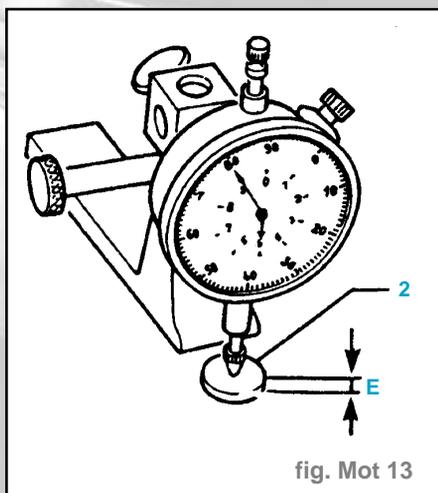

fig. Mot 13
- Mesurer l'épaisseur (E) des grains de réglage (2) (fig. Mot 13).
- Déterminer l'épaisseur des grains de réglage (2) à monter, en se rapportant à l'exemple (colonne A ou B).